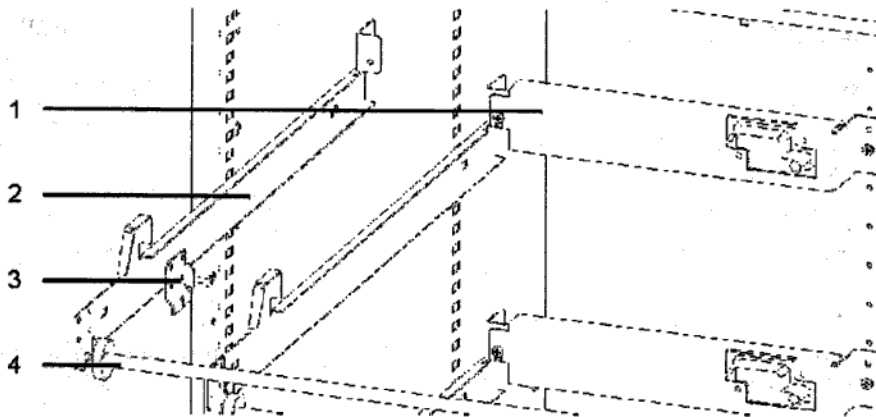

Abbildung 5
2. Anschlagblech links und rechts durch Lösen der Schrauben entfernen (Abbildung 5)